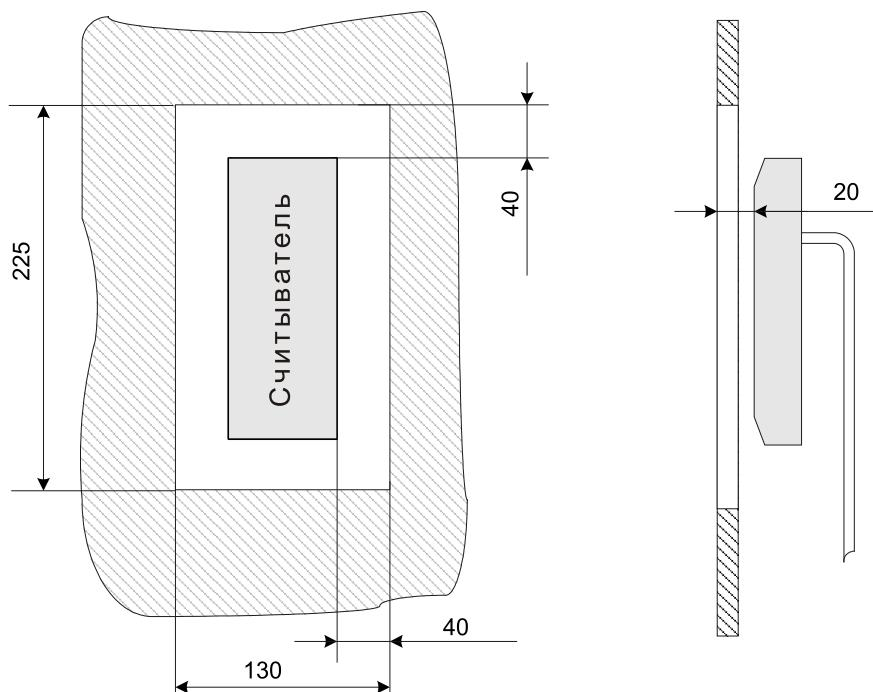

Рисунок 2. Установка считывателя за металлической поверхностью
- При установке считывателя за металлической поверхностью, в ней необходимо вырезать окно, напротив которого, равноудалено от краев окна, и устанавливается считыватель (см. рисунок 2), при этом размеры окна должны быть не менее 225×130 мм. Само окно может быть закрыто неметаллической вставкой (например, из пласти массы), а считыватель может быть утоплен вглубь окна на расстояние не более 20 мм от внешней стороны металлической поверхности – дальность считывания кода при таком способе монтажа считывателя уменьшается на 30 – 50%.